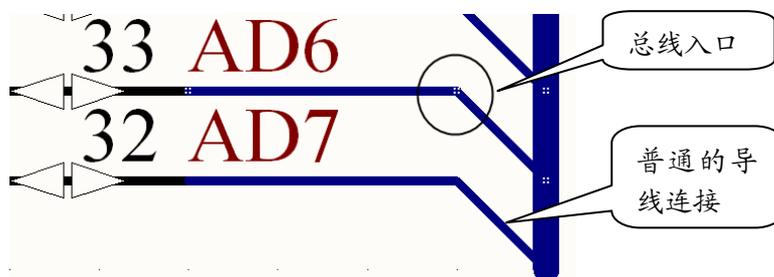

图 3-72 放置总线入口与普通导线连接
- 放置总线入口：顾名思义，总线入口就是总线与其组成导线之间的接口，其实总线入口与普通的导线连接没有本质的区别，所以总线入口也可以用普通的导线连接代替，如图 3-72，两者之间的区别仅在于总线入口以及和其相连导线的连接端点为‘+’形状。